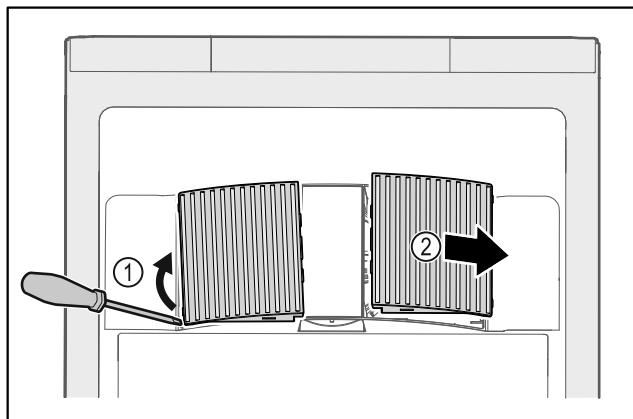

Fig. 200
- Ventilatorabdeckungen vorsichtig von der Seite heraushebeln Fig. 200 (1) und nach vorne abnehmen Fig. 200 (2).